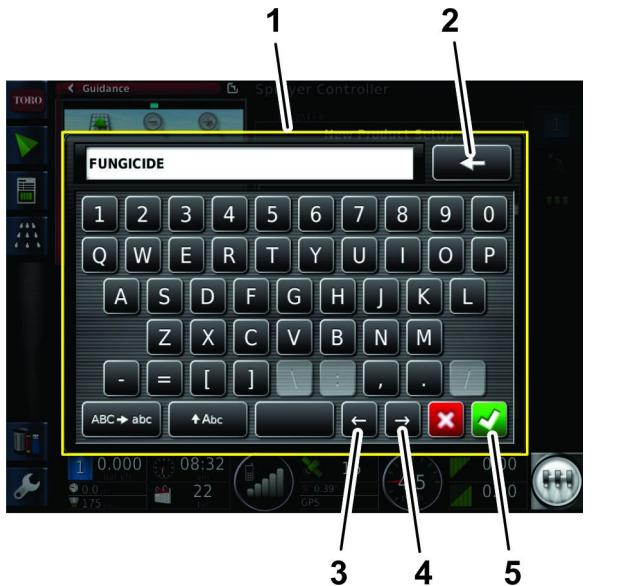

Figura 29
8. Pulse el icono de NOMBRE DEL PRODUCTO, escriba el nombre del producto con el teclado de la pantalla y pulse el icono de confirmación (Figura 29).